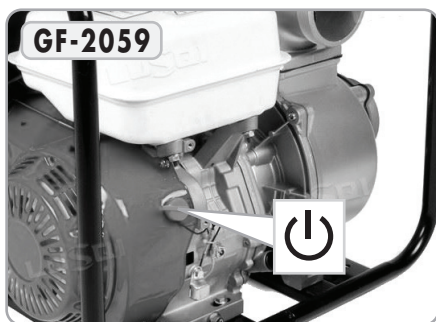

Fig.12
- Rotiti intrerupatorul motorului pe pozitia PORNIT (Fig.12);